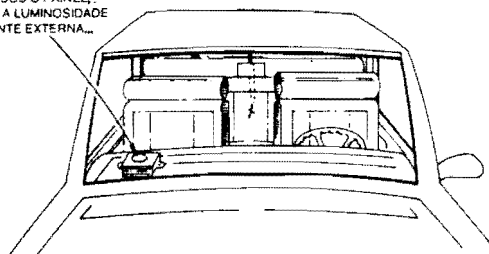

Fig. 7
- **FIG. 7 - INSTALAÇÃO E AJUSTE...** - Um local prático e óbvio para fixação definitiva da LAC é sobre o painel do veículo, de modo que a campânula translúcida que recobre o LDR fique "olhando o céu", lá fora, conforme indica a figura... Tal disposição garantirá que o sensoramento se baseará mais na luminosidade média geral, do que em eventuais lampejos emitidos por faróis, lanternas de outros veículos, etc... Embora o circuito